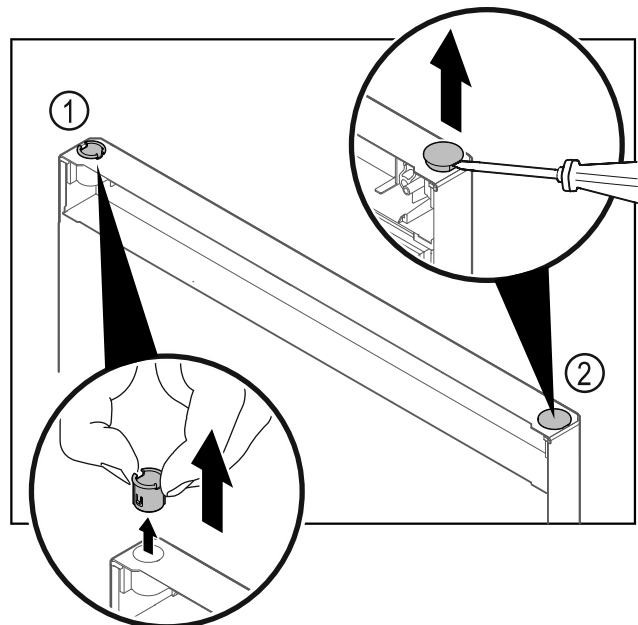

Fig. 27 Ușa frigiderului
- ▶ Extrageți bucșa balamalei Fig. 27 (1) cu degetele.
- ▶ Ridicați dopul de acoperire Fig. 27 (2) cu precauție cu o șurubelniță dreaptă și extrageți-l.